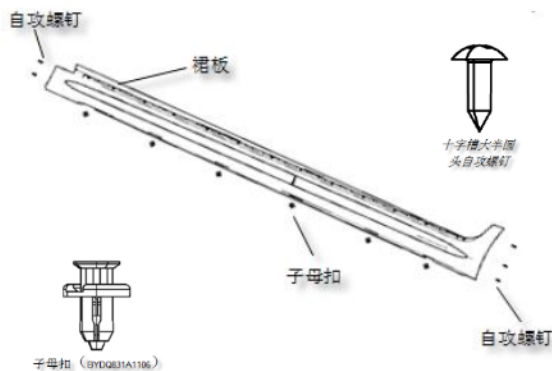

图 2-23
- (1) 用十字螺丝刀将车身后轮和后轮处 5 个自攻螺钉拆卸掉；
- (2) 用一字螺丝刀将车身底部支架连接的 6 个子母扣拆卸掉，如图 2-23 所示；
- (3) 将裙板沿 Y 向向外拉，即可完成裙板的拆卸；
- (4) 裙板的安装顺序与拆卸相反。